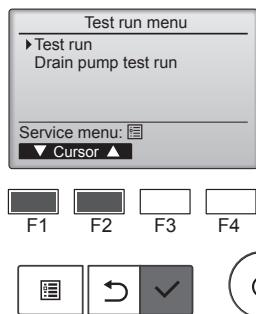

Fig. 8-2
- ② W menu ruchu próbnego wybrać pozycję "Test run" (Ruch próbny), a następnie nacisnąć przycisk [WYBIERZ]. (Fig. 8-2)
- ③ Rozpocznie się operacja ruchu próbnego i zostanie wyświetlony ekran operacji ruchu próbnego.